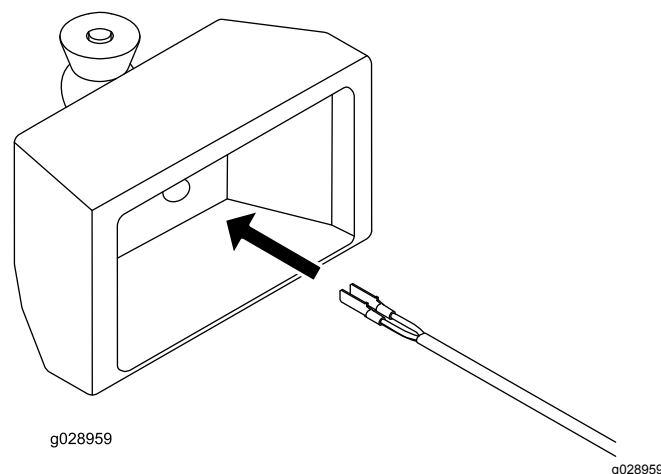

Bild 21
1. Verlegen Sie das Scheinwerferkabel durch die Innenseite des linken Scheinwerfergehäuses und richten Sie die beiden Anschlüsse durch die Bohrung im Gehäuse so aus, dass sich der Stecker des Scheinwerferkabels im Inneren der Lampe (Bild 21) befindet.